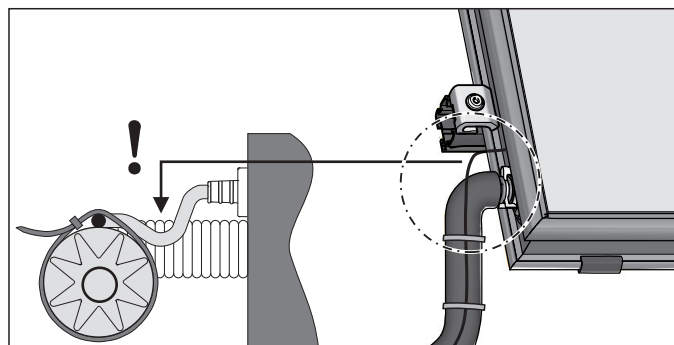

Fig. 4-24 Paso de trabajo 3
- A la hora de tender el cableado, asegurarse de que no entre agua de lluvia en el punto en el que se encaja el sensor (con arco escurridor tendido véase fig. 4-24).